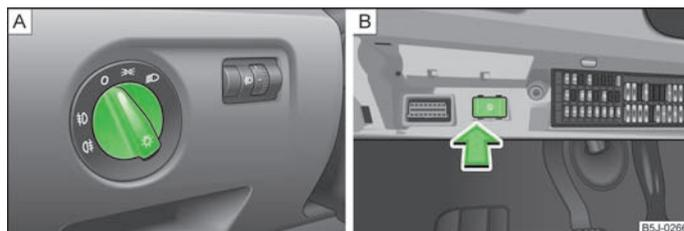

Fig. 20 Tableau de bord : Commutateur d'éclairage/Boîte à fusibles : Commutateur pour éclairage diurne
Sur les véhicules avec **direction à droite**, la disposition des boutons diffère partiellement de celle indiquée dans » fig. 20. Les symboles illustrant les positions des boutons sont toutefois identiques.
- Faites tourner le commutateur des feux » fig. 20 - A sur la position »↻.
- Tournez le commutateur des feux en position 0 » fig. 20 - **A**.
- Actionnez le commutateur pour allumer l'éclairage diurne » fig. 20 - **B**.
- Actionnez le commutateur pour éteindre l'éclairage diurne » fig. 20 - **B**.
- Faites tourner le commutateur des feux sur la position Feu de position \Rightarrow et feu de croisement \Rightarrow » fig. 20 - **A**.